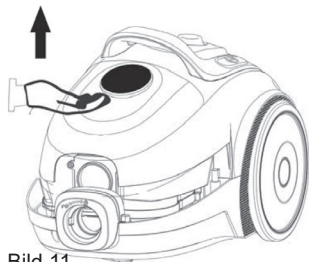

Bild 11
2. Entriegeln Sie den Staubbehälter, in dem Sie die Entriegelungstaste nach oben ziehen (Bild 11).